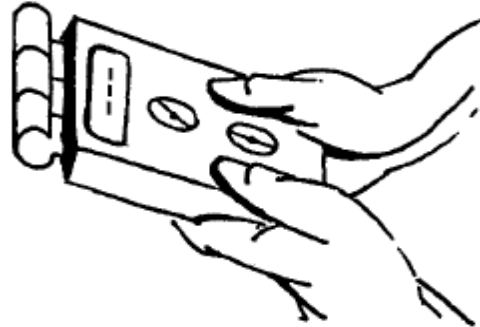

Fig. 3
- halten Sie das Gerät in die Luft (Fig. 3) und legen Sie den oberen Schalter um zu MEASURE. Das Gerät wird sich automatisch kalibrieren. (das Display zeigt - - - an). Das Ende der Messung wird mit der Nummer 00.0 (dem unteren Messbereich) angezeigt. Das Gerät ist bereit für Messungen.